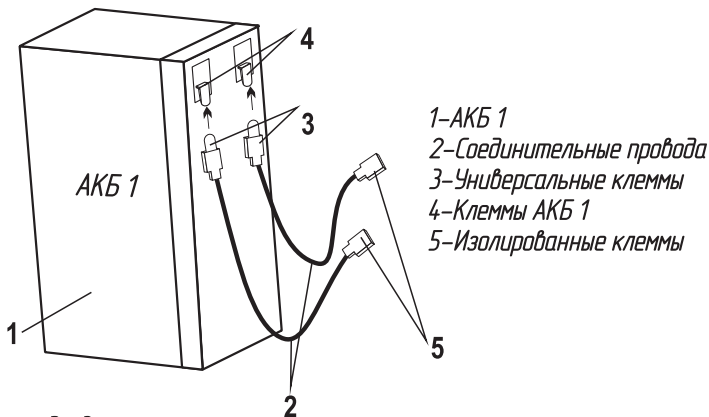

Рис.2
1) Расположить АКБ 1 клеммами вверх как показано на рисунке (Рис.2).
2) Убедиться что на проводах (2) изоляторы надежно прикрывают клеммы (3, 5), при необходимости поправить изоляторы.
3) Подключить соединительные провода (2) универсальными клеммами (3) к клеммам АКБ 1 (4) (красный провод к клемме "+АКБ", чёрный провод к клемме "-АКБ") (Рис.2).